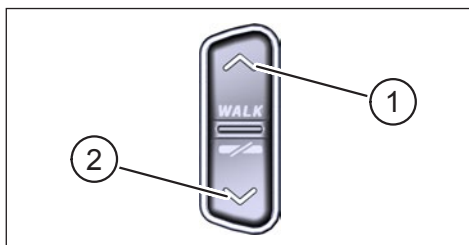
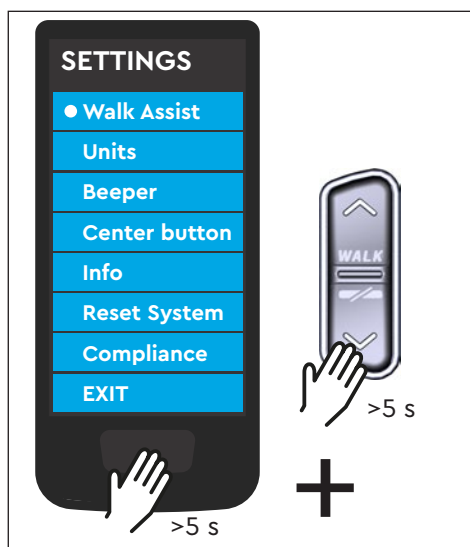

Fig. 2: Éléments de commande sur la Remote
Fig. 4: Activation du mode configuration
Pos. dans Fig. 2	Description
- ▶ Maintenir la touche de commande sur Display (élément 5 Fig. 4) et la touche de commande BAS sur la Remote (élément 2 Fig. 2) enfoncées pendant au moins 5 secondes.
- Une **double pression** sur la touche de commande du Display (élément 5 Fig. 4) permet de passer à l'affichage suivant.